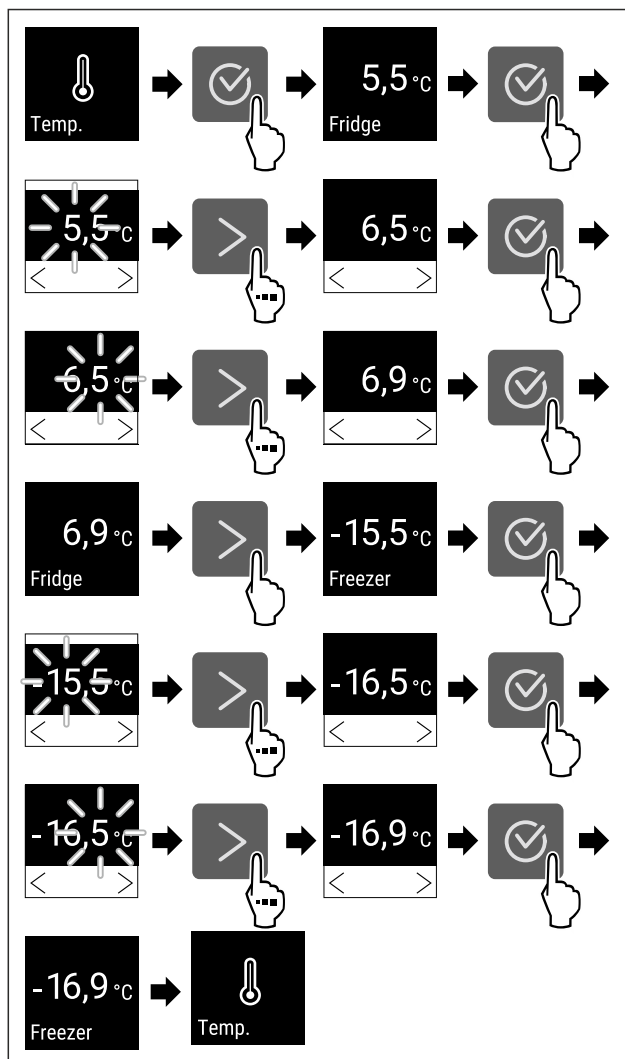

Fig. 88 Changement de température de 5,5 °C à 6,9 °C et de -15,5 °C à -16,9 °C
- ▶ Suivre les étapes (voir Fig. 88) .